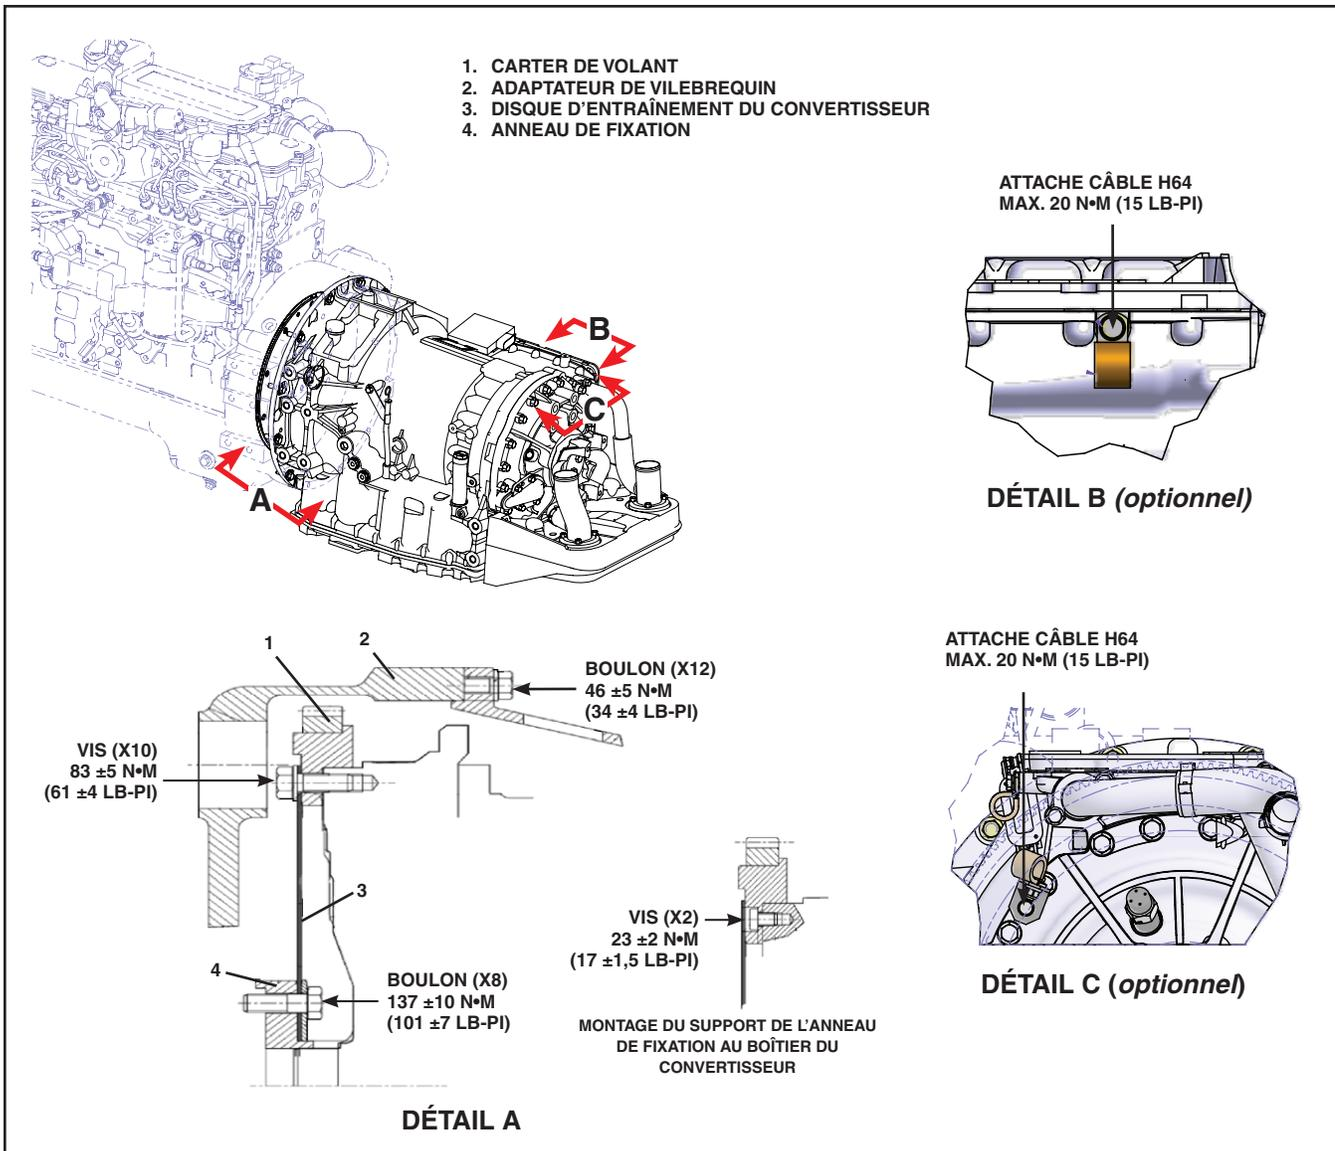

Figure 9 - Montage de la transmission et du moteur
9. Desserrer la ou les attaches qui maintiennent le harnais H64 à la transmission (optionnel). Voir Figure 9.
- **Serrer tous les boulons au couple précisé en Figure 9.**